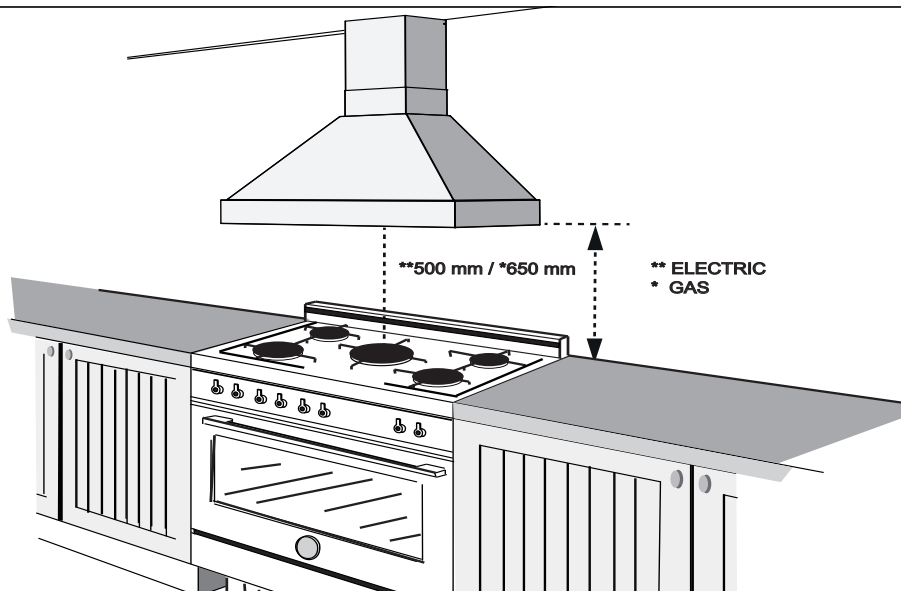

Fig.2
- La distanza minima fra la superficie di supporto dei recipienti sul dispositivo di cottura e la parte più bassa della cappa da cucina deve essere non inferiore a quelle indicate nella/e figura/e relativa/e all'installazione per i diversi tipi di dispositivi di cottura (Gas: 650mm/Elettrico:500mm). Se le istruzioni di installazione del dispositivo di cottura a gas specificano una distanza maggiore, bisogna tenerne conto (Fig.2).
1. Durante l'installazione del prodotto rispettare la distanza dalla superficie di cottura (Gas: 650mm/Elettrico:500mm) - (Fig. 2).